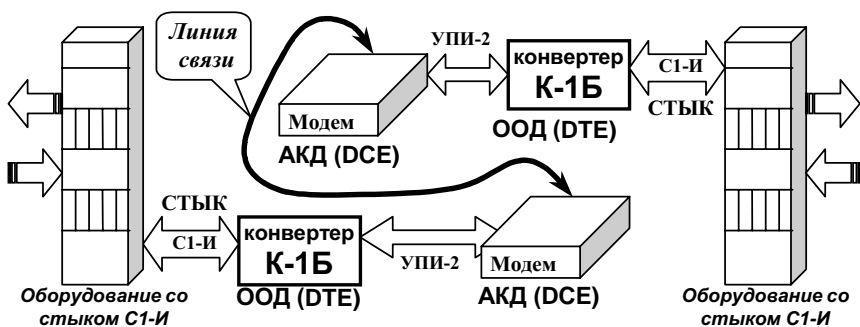

Рис. 2 Организация канала передачи данных для АКД (DCE)
На Рис. 2 приведен пример организации канала передачи данных с помощью конвертера и АКД (DCE) устройства. Подключение конвертера к АКД (DCE) обеспечивает интерфейс УПИ-2. Работа конвертера с АКД (DCE) устройством осуществляется только в режиме синхронного обмена. В качестве АКД (DCE) устройств,
подключенных к конвертеру, на Рис. 2 изображены синхронные модемы, но могут быть и иные устройства, например, мультиплексоры и т.п.
- поскольку обмен данными через интерфейс УПИ-2 осуществляется фреймами, то на другом конце канала связи необходим такой же конвертер К-1Б, см.Рис. 2 на стр.6;